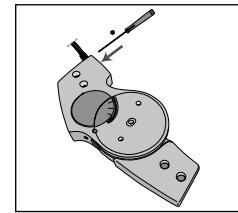

Fig. 8
7. Draai het zekeringsschroefje aan de zijkant van het scharnier los, twee omwentelingen volstaat (**zie fig. 8**). Het schroefje niet uit het scharnier verwijderen.
18. Draai vervolgens weer de zekeringsschroef van de satelliet stelschroef vast (**zie fig. 8**).